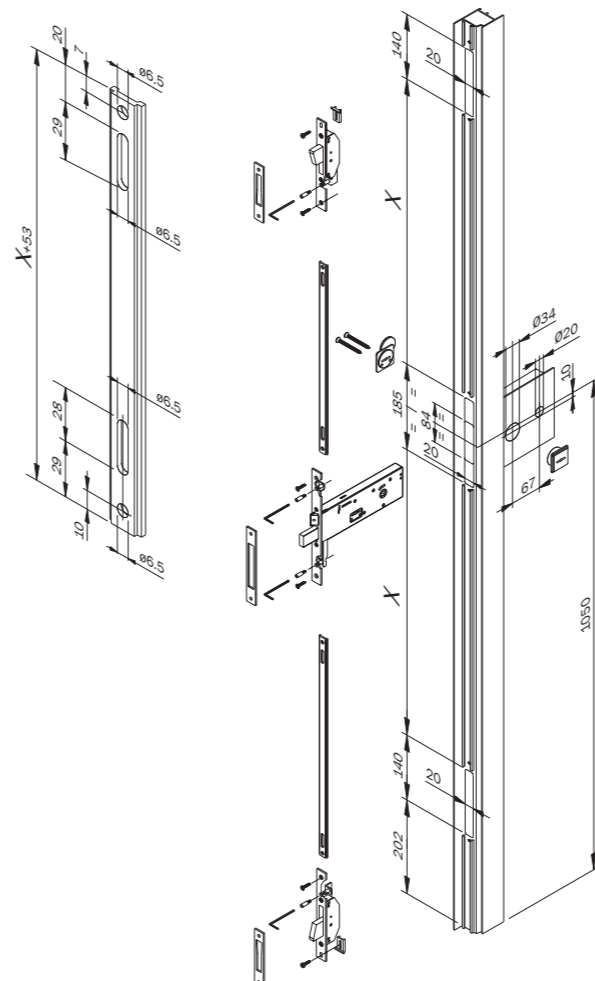

Fig. F1
- 1) Eseguire le lavorazioni per la serratura e i deviatori. Fig. F1/F2.
- 1) Perform the work for the lock and the swing bolts, Fig. F1/F2.
- 1) Exécuter les travaux de préparation de la serrure et des pènes basculants supplémentaires Fig. F1/F2.
- 1) Efectuar las operaciones necesarias para preparar la cerradura y los desviadores Fig. F1/F2.